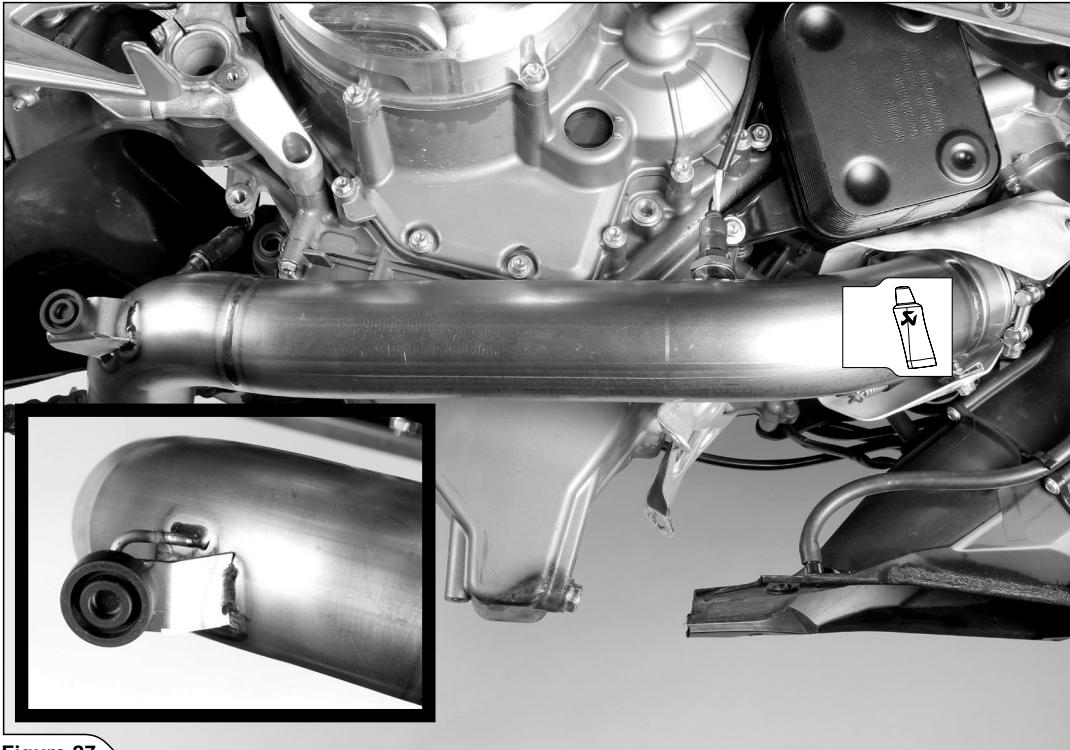

Figure 27
3. オリジナルのゴム製スペーサーをAkrapovič連結ホースに移し、フロント連結ホースをマニホールド上をスライドさせます。スプリングを取り付け、ラムダセンサーを締め付けます（図27, 28）。